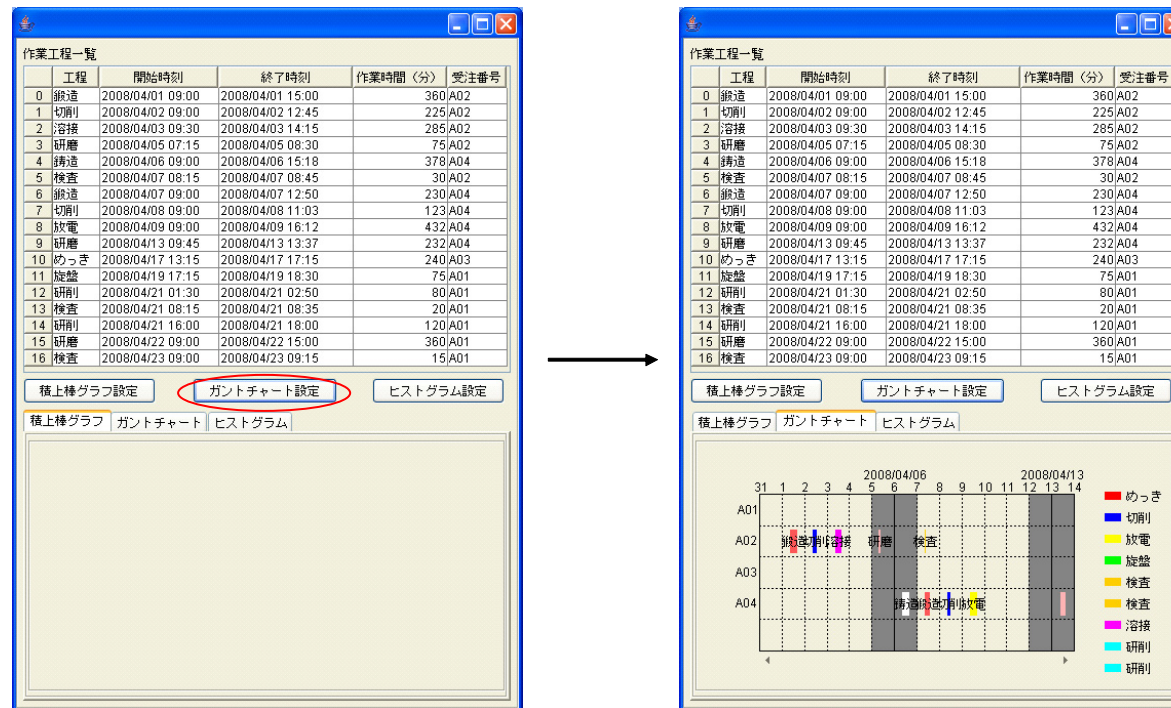
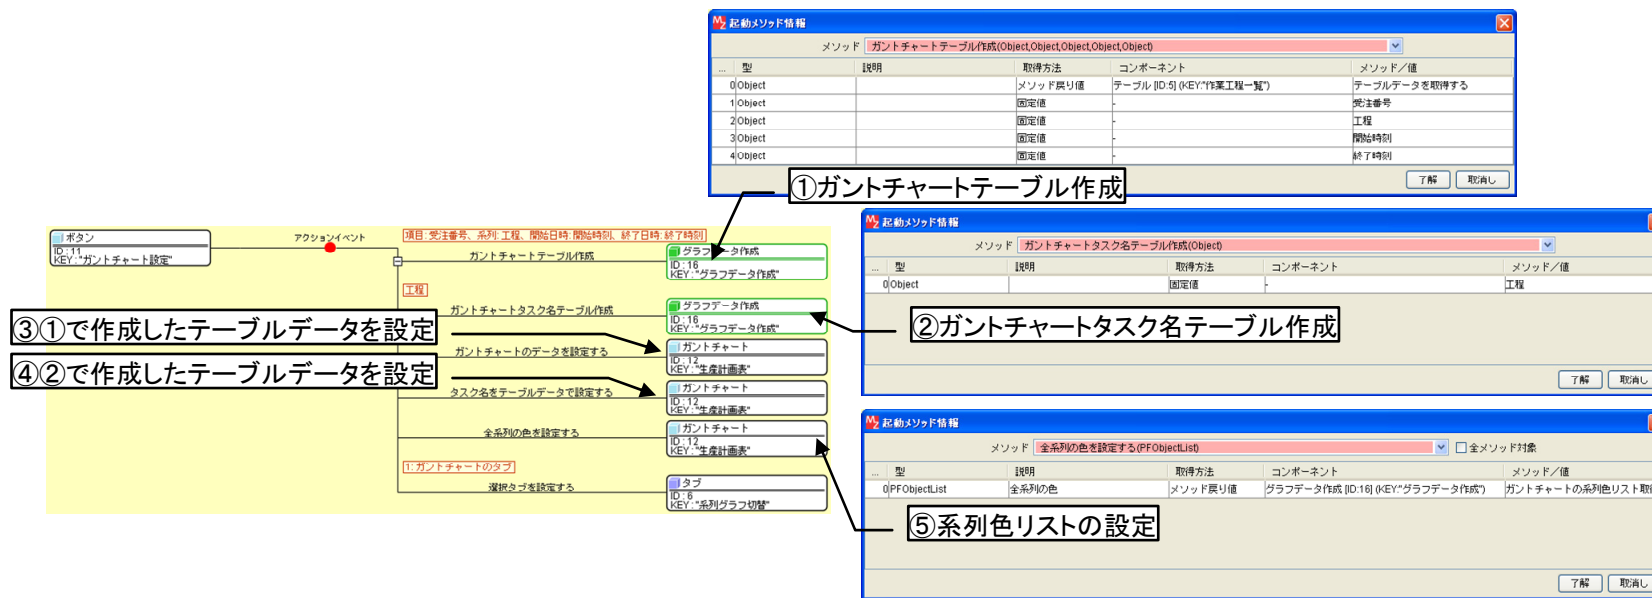

図 4 ガントチャートの作成
図 5 ガントチャート設定部分のコンポーネント接続図
クリックすると、複合コンポーネントの「ガントチャートテーブル作成(Object,Object,Object,Object,Object)」メソッドを起動し、ガントチャート用のテーブルデータを作成します。第1引数は元となるテーブルデータで、図4で表示されているテーブルのデータです。第2引数が項目軸（縦軸）を与える列名で、この場合は「受注番号」になります。第3引数は、それぞれの項目に含まれる内容を何によって類別するか（系列）を示す列名で、「工程」を指定しています。第4引数が各帯グラフの開始日時、第5引数が終了日時を示す列名で、それぞれ「開始時刻」、「終了時刻」となります（図5①）。次に、「ガントチャートタスク名テーブル作成(Object)」を呼び出し、各帯グラフの名称を指定するためのテーブルデータを作成します。引数は、その名称を与える列名で、この場合は「工程」となります（図5②）。このようにして作成されたガントチャートテーブルおよびタスク名テーブルの各データを、[ガントチャート]コンポーネントに設定します（図5③、④）。そして、系列名（工程）が同じグラフは同じ色になるように、複合コンポーネントから系列色リストを取得し、それを[ガントチャート]コンポーネントに設定します（図5⑤）。